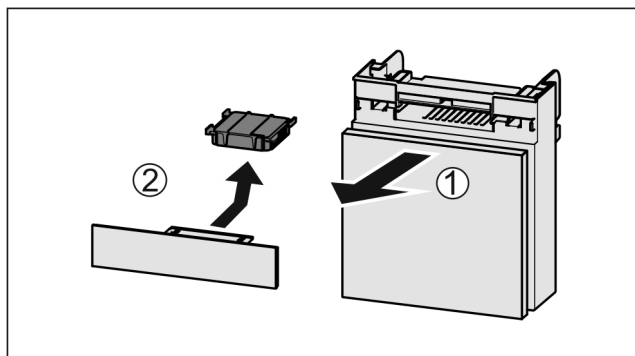

Fig. 137
- Pretinac izvucite Fig. 137 (1) prema naprijed.
- Izvadite filtarski s aktivnim ugljenom Fig. 137 (2).